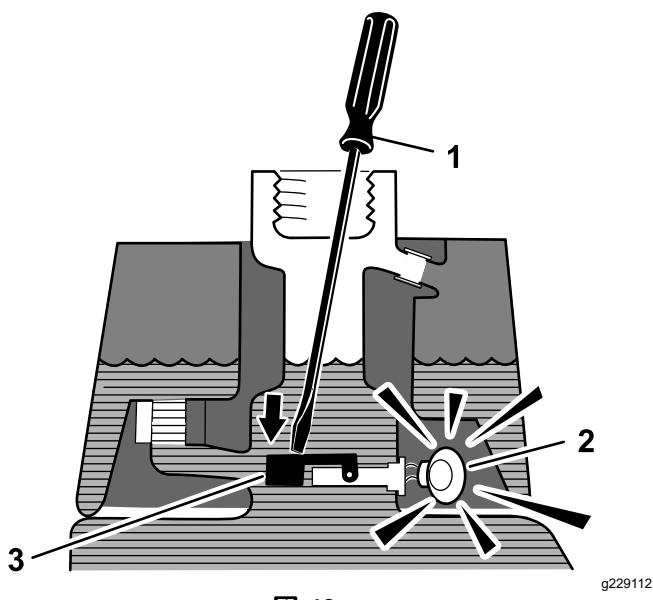

図 49
3. 汚れのついていない鉄の棒やねじ回しなどをタンクの首から差し込んで、フロートスイッチ図 49を押し下げる1秒後にアラームがなれば正常。